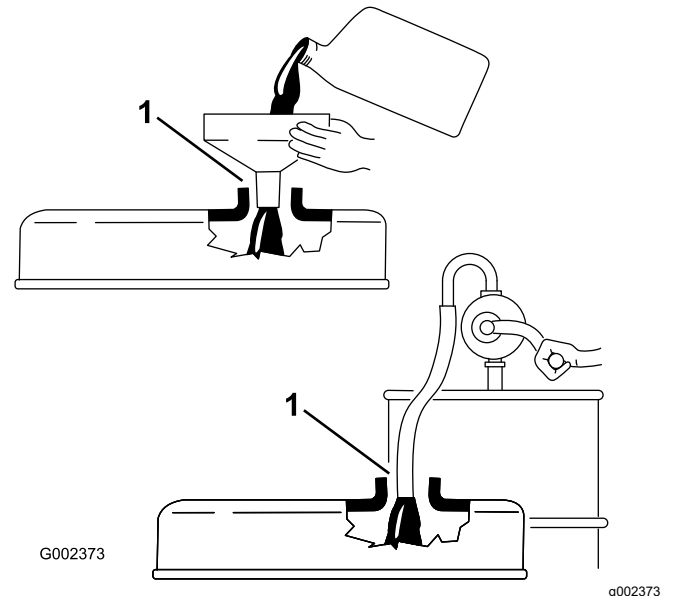

Figure 35
**Important:** Lorsque vous faites l'appoint ou le plein d'huile moteur, vous devez maintenir un espace libre entre le dispositif de remplissage et l'orifice de remplissage d'huile dans le couvre-culasse, comme montré à la Figure 35. Cet espace est nécessaire pour permettre la mise à l'atmosphère pendant le remplissage et empêcher ainsi l'huile de déborder dans le reniflard.